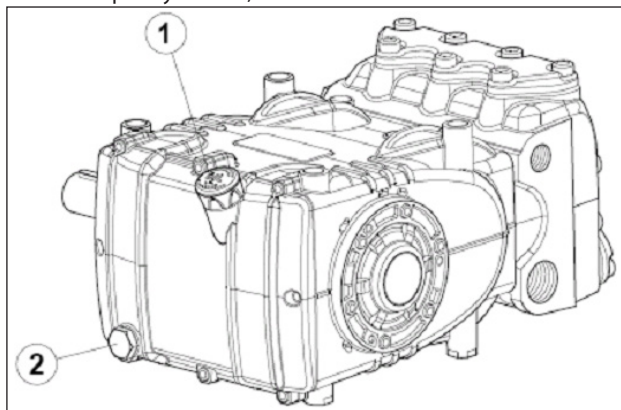

Рис. 1
Для слива масла выньте маслоизмерительный щуп поз. ①, а затем - пробку поз. ②, Рис. 1.